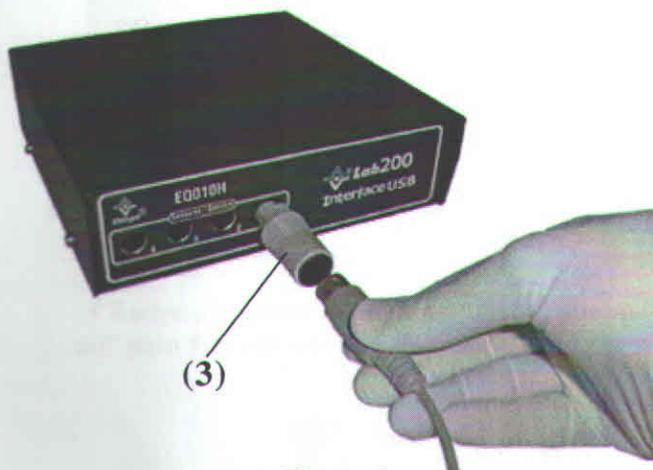

Figura 4
Para conectar sensores Cidepe do tipo DIN você pode utilizar um conversor DIN - miniDIN (3) (este conversor é opcional, não acompanha o conjunto) - **Figura 4**.